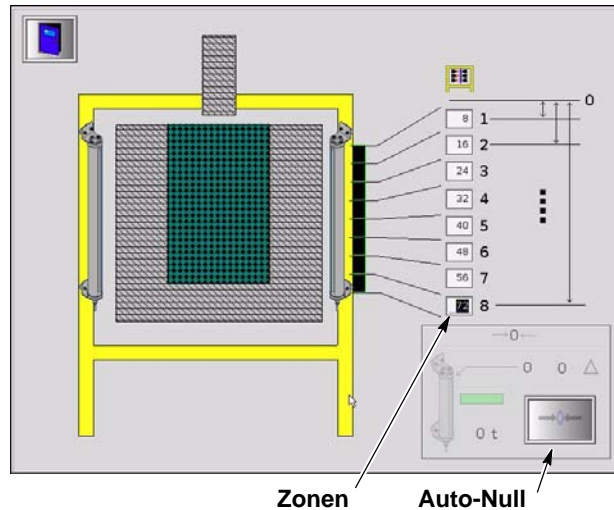

Abb. 3-19 Analog-Zonenscanner konfigurieren
4. Siehe Abbildung 3-19. Für jede Zone den Abstand von der Oberkante des Scanners zum unteren Zonenrand in Zoll oder Millimeter eingeben. Dieses Menü zeigt einen 72 Zoll Scanner, der in 8 Zonen von 8 Zoll Höhe aufgeteilt ist.